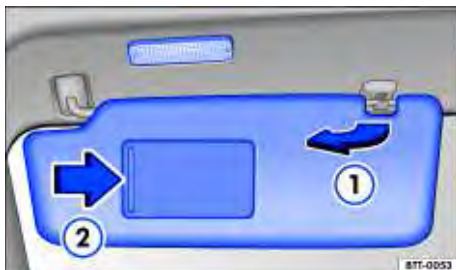

Fig. 68 Para-sol.
- Retirar do suporte e girar na direção das portas ⇒ Fig. 68 ①.
No para-sol rebatido para baixo pode haver um espelho de cortesia atrás de uma cobertura. Ao abrir a cobertura ⇒ Fig. 68 ② uma lanterna se acende.